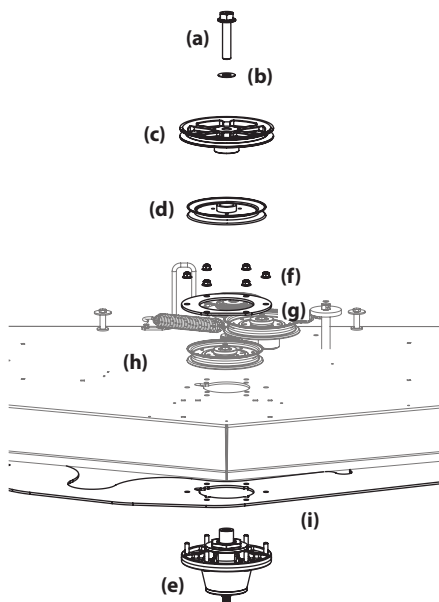

Figure 4-24
8. Retirez le boulon (a) et la rondelle plate (b) qui retiennent la poulie d'entraînement (c) et la poulie de fusée (d) au boîtier de la fusée (e) placée au milieu. Voir Figure 4-24.
9. Enlevez les six (6) écrous autobloquants à bride (f) qui fixent la plaque de support (g) et la fusée (e) au boîtier du plateau (h). Voir Figure 4-24.